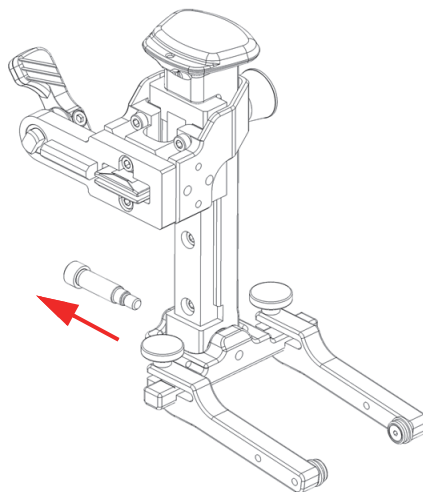

Рис. 2-22 Извлечение винта из стержня вилки
4. С помощью шестигранного ключа 2,5 мм открутите и извлеките винт из стержня вилки (Рис. 2-22 на стр. 52).